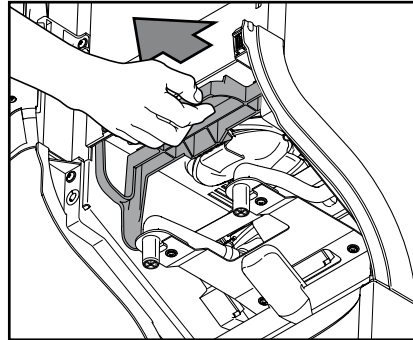

Fig. 27
- c. Træk i udløsningsstangen for at udløse hele blandeskålen (fig. 27).